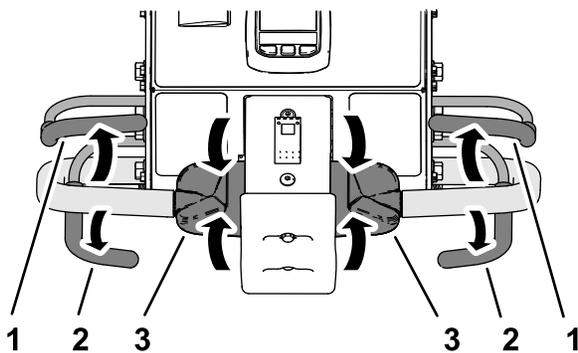

図 86
1. エアレーション中の場合はエアレーションベイル 図 86 から手を放してコアリングヘッドを上昇させる コアリングヘッドを上昇させるには \(ページ 43\) を参照。